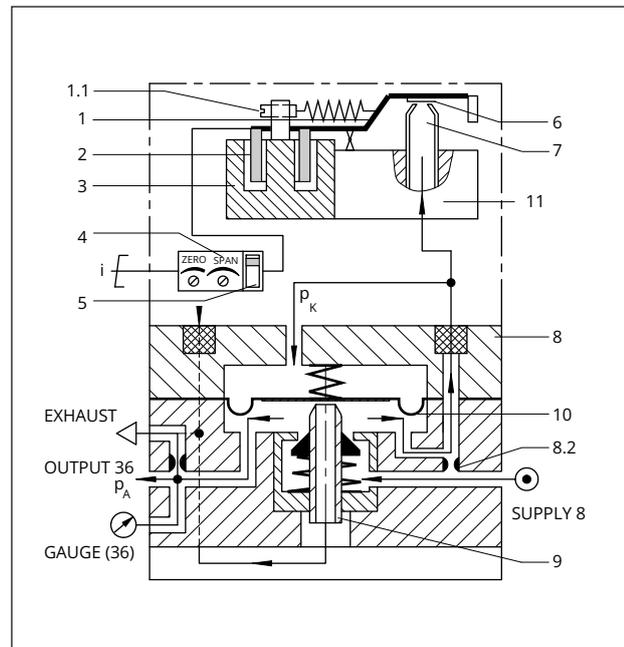

Bild 18: Wirkbild
Bei Ausführungen mit einem Eingangssignal von 0 bis 20 mA entfallen die Abschalt elektronik und das Potentiometer für die Justierung des Nullpunkts. Bei fehlendem Potentiometer kann der Nullpunkt nur mechanisch am Nullpunkteinsteller (1.1, Bild 18) eingestellt werden (vgl. Kap. 6.2). Bei einigen Ausführungen entfällt darüber hinaus das Potentiometer für die Justierung der Spanne.
Die Potentiometer **ZERO** für Nullpunkt und **SPAN** für Spanne (Endwert) sind nach Entfernen des Gehäusedeckels zugänglich (vgl. Bild 18).
Bei fehlendem Potentiometer kann der Nullpunkt nur mechanisch am Nullpunkteinsteller (1.1, Bild 18) eingestellt werden.
- ⇒ Vgl. Bild 18.